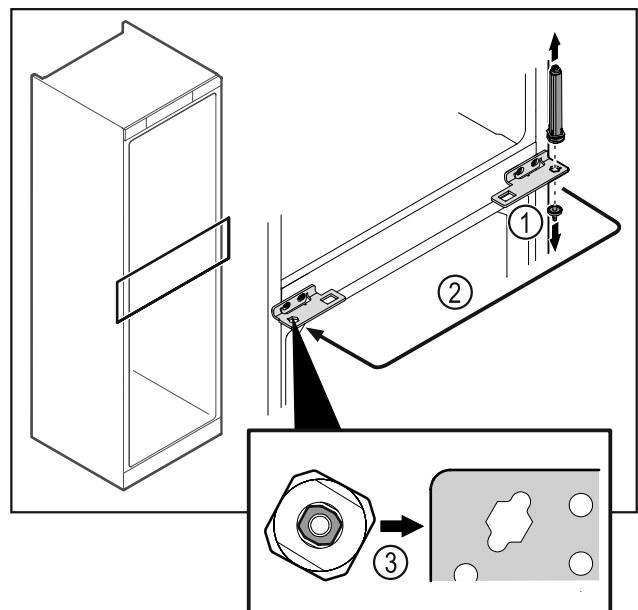

Fig. 48
- ▶ Scharnierbout Fig. 48 (1) losschroeven.
- ▶ Deursluitsysteem Fig. 48 (2) verplaatsen.
- ▶ Bij het gebruik de juiste uitlijning van het deursluitsysteem Fig. 48 (3) in acht nemen.